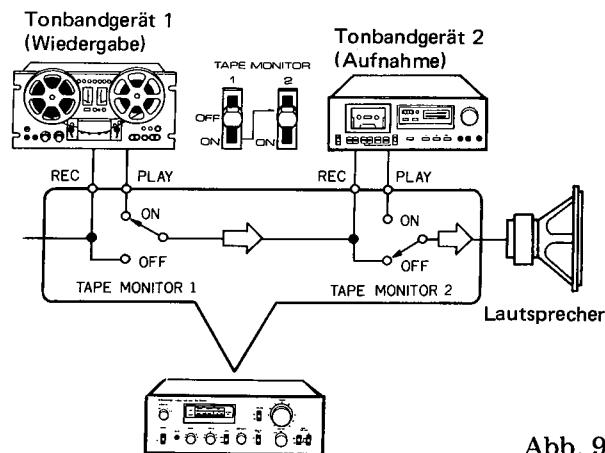

Abb. 9
1. Gemäß Abb. 9 zwei Tonbandgeräte an die TAPE 1 und TAPE 2 Buchsen des Verstärkers anschließen.